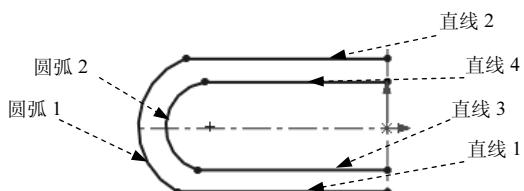
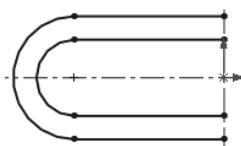

图 8.5 添加合并约束
图 8.6 添加重合与相切约束
添加几何关系 区域单击 按钮。完成操作后的图形如图 8.5 所示。
Step 2 按住 Ctrl 键, 选择圆弧 1 与水平中心线, 系统弹出“属性”对话框, 在**添加几何关系**区域单击 按钮。按住 Ctrl 键, 选择图 8.5 所示的圆弧 1 与直线 1, 系统弹出“属性”对话框, 在**添加几何关系**区域单击 按钮。按住 Ctrl 键, 选择图 8.5 所示的圆弧 1 与直线 2, 系统弹出“属性”对话框, 在**添加几何关系**区域单击 按钮。按住 Ctrl 键, 选择图 8.5 所示的圆弧 2 与直线 3, 系统弹出“属性”对话框, 在**添加几何关系**区域单击 按钮。按住 Ctrl 键, 选择图 8.5 所示的圆弧 2 与直线 4, 系统弹出“属性”对话框, 在**添加几何关系**区域单击 按钮。完成操作后的图形如图 8.6 所示。